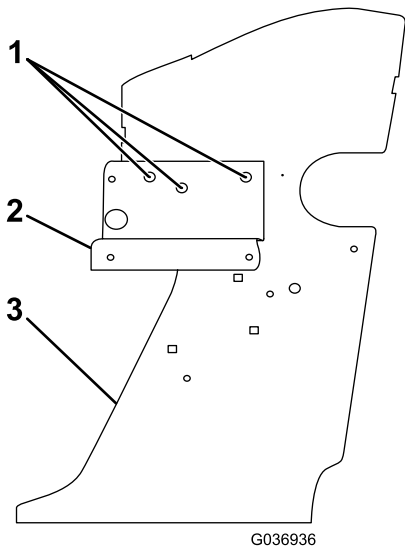

Figura 5
1. Con la ayuda del distribuidor hidráulico, determine los taladros piloto del lado izquierdo de la máquina que deben abrirse (Figura 5).